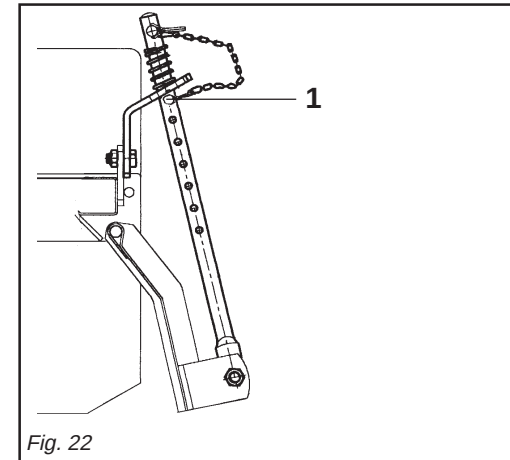

Fig. 22
- 3) Nel caso che la macchina sia dotata di martinetto antibaltamento posizionare il perno come in figura (1 Fig. 22).
- 3) *If the machine has a safety ram, position the pin as shown in the figure (1 Fig. 22).*
- 3) Falls die Maschine mit einem Hydrozylinder gegen Umkippen ausgerüstet ist, muss der Bolzen wie in der Abbildung (1 Abb. 22) gezeigt angeordnet werden.
- 3) *Si la machine est dotée d'un vérin anti-retournement, placer l'axe comme indiqué dans la figure (1 Fig. 22).*
- 3) Si la máquina posee cilindro antivuelco posicionar el perno como se ve en la figura (1 Fig. 22).